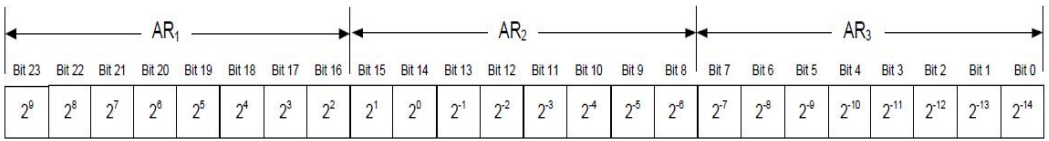

图 5-1 将陀螺角速度输出转换为[°/s]
1) 陀螺角速度输出[°/s] = $\frac{AR_1 \cdot 2^{16} + AR_2 \cdot 2^8 + AR_3}{2^{14}}$, 数据位格式见图 5-1;